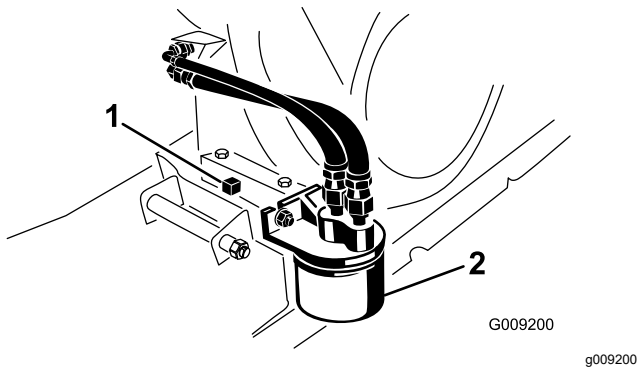

Bild 34
6. Stellen Sie eine Auffangwanne unter die Ablassschraube (Bild 34).
7. Entfernen Sie die Ablassschraube und Dichtung (Bild 34).
2. Entfernen Sie den vorhandenen Ölfilter (Bild 34).
4. Schrauben Sie den neuen Filter auf den Filteradapter, bis die Dichtung die Befestigungsplatte berührt; ziehen Sie den Filter dann um eine weitere halbe bis Dreiviertelumdrehung an (Bild 34).